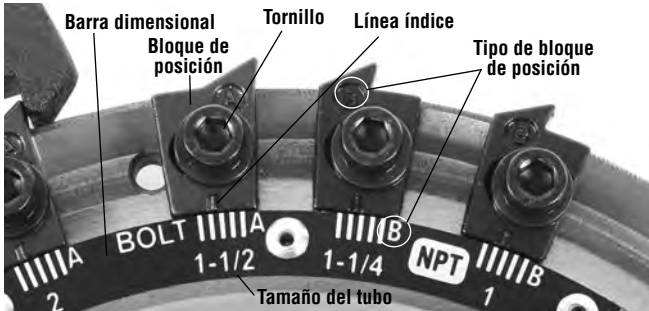

Figura 15 – Ajuste del tamaño de la rosca
- 6 Siempre debe asegurar que el tipo de bloque de posición sea el que corresponde (Figura 15).